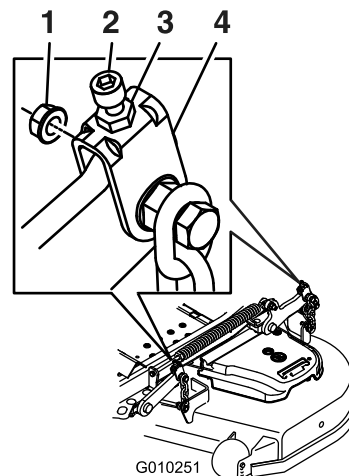

Figure 87
jusqu'à obtention de 7,6 mm (3") de hauteur (voir Figure 87).
16. Ajustez précisément la vis de réglage en la tournant jusqu'à obtention de 8,3 mm (3-1/4") de hauteur (Figure 87).